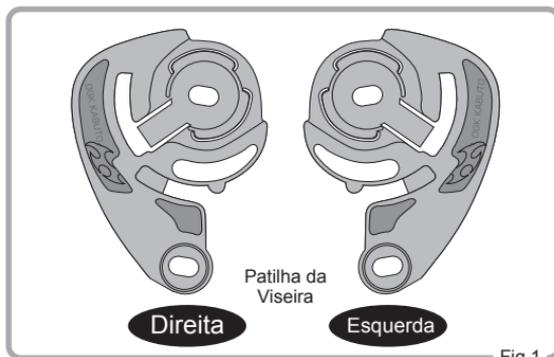

Fig.1
1. Levante a viseira (Fig. 1). (Levante-a o máximo possível.)
1. Primeiro, verifique o lado da Patilha da Viseira, como se mostra na Fig.1.